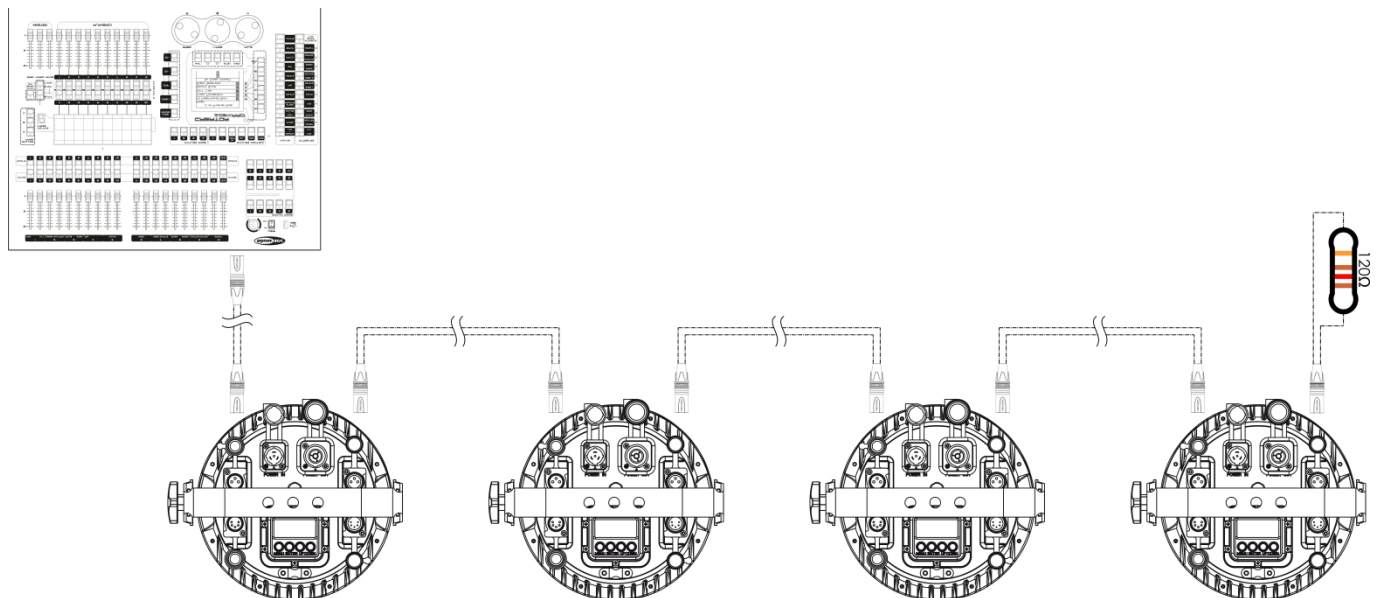

Fig. 04
- 04) Conecte las unidades entre ellas como se indica en la Fig. 04. Conecte un cable de señal DMX que vaya desde el conector DMX OUT (salida) de la primera unidad al conector DMX IN (entrada) de la segunda unidad. Repita este proceso para interconectar las unidades segunda, tercera y cuarta.